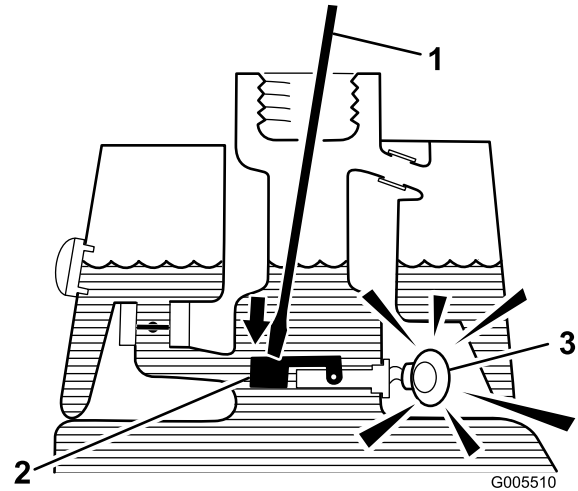

Bild 27
3. Stecken Sie eine saubere Stange oder einen Schraubenzieher in den Tankeinfüllstutzen und drücken Sie den Schwimmerschalter leicht nach unten (Bild 27). Der Alarm sollte nach einer Sekunde ertönen.